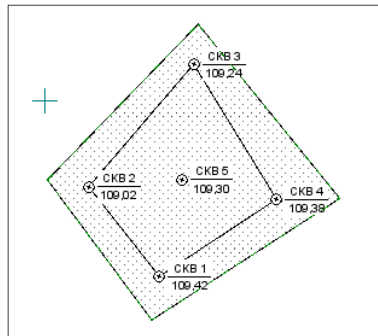

Рис. 10.2
- Создайте геологический разрез, захватывая скважины СКВ1, СКВ2, СКВ3, СКВ4, СКВ1 (рис. 10.2). Для завершения построения разреза нажмите кнопку **Последний элемент построения**  и закройте полилинию.